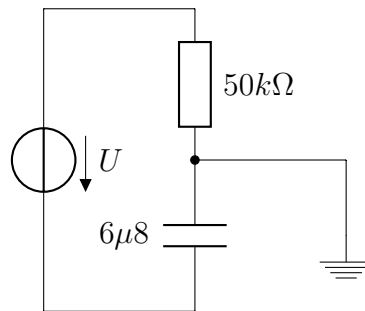

Figure 13: Oszilloskop und Frequenzgenerator
- Die Messwerte sind in Abbildung 13 zu finden.
- Die Schaltung aus Abbildung 13 wird auf einem Steckbrett aufgebaut.